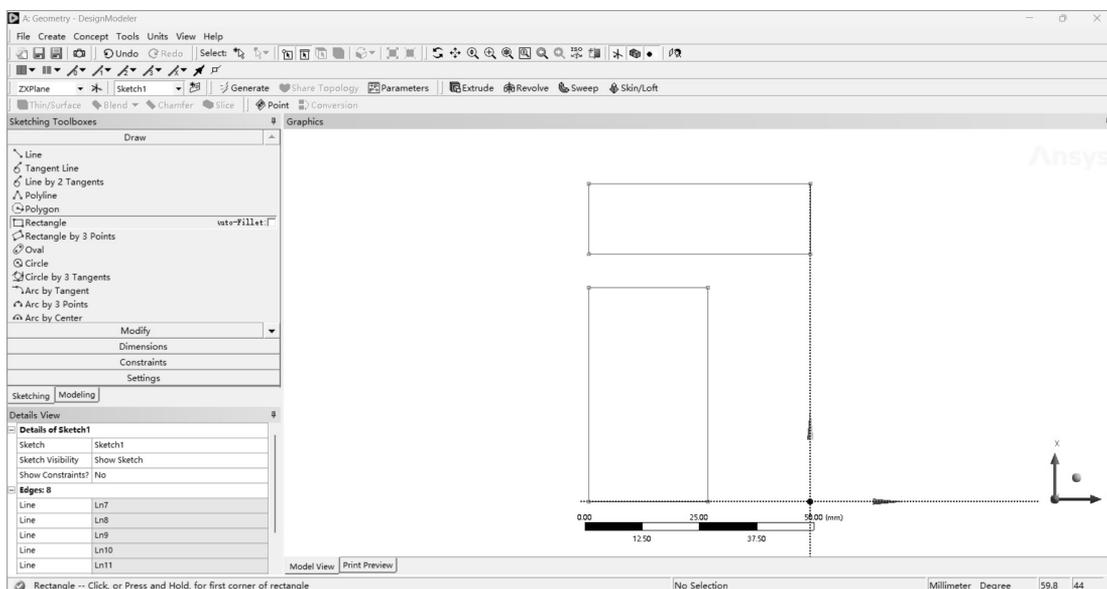

图 2-28 绘制矩形
(6) 在细节展示区内选择 Sketching 选项卡，进入 Sketching Toolboxes 窗口，单击 Draw（画图）中的 Rectangle（矩形）选项，在图形工作区两处不同的地方分别单击，生成一个矩形，同理再生成一个矩形，如图 2-28 所示。